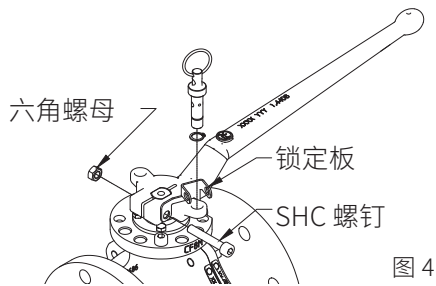

图 4
4. 将 SHC 螺钉穿过锁紧板孔和手杆，并拧紧六角螺母直至紧固，将手杆夹在阀杆平面上 (图 4)。
5. 将锁销插入手杆上的锁销孔中 (图 4 和 5)。